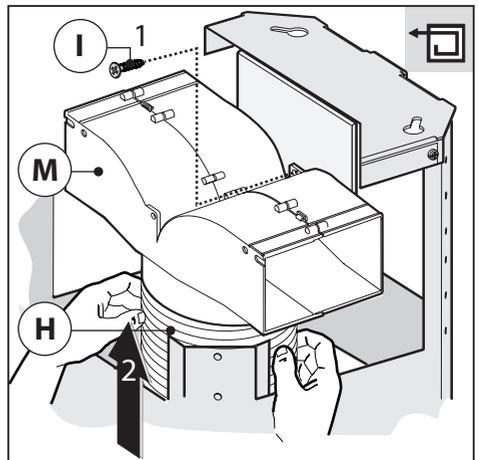
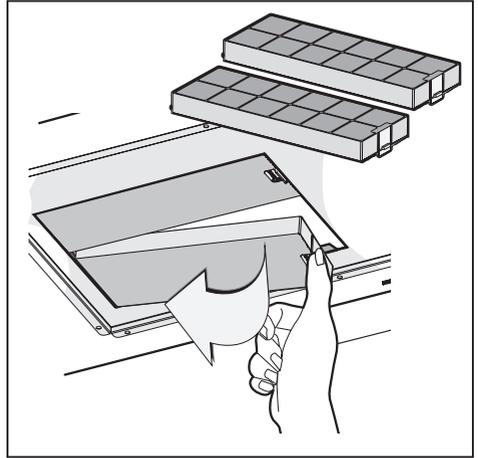
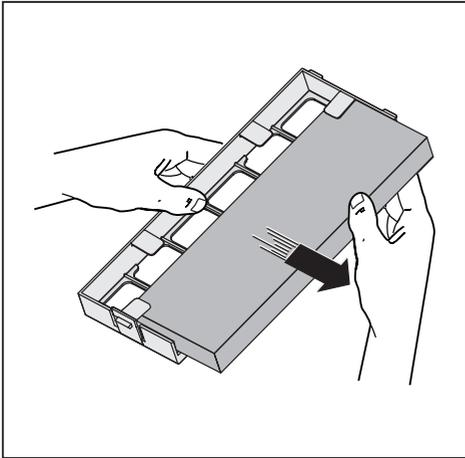

Fig.13
Fig.16
Fig.17
• **Versione filtrante:** abbiamo disponibili due tipi diversi di Kit, uno con filtri a carbone a cassetta (Fig.16) e l'altro con i filtri al carbone rigenerabili (lavabili) (Fig.17).
-Collegare il tubo flessibile al deflettore **M** e fissare la vite **I** come indicato in Fig.13, i filtri al carbone attivo devono essere applicati al gruppo aspirante posto all'interno della cappa (Fig.16).